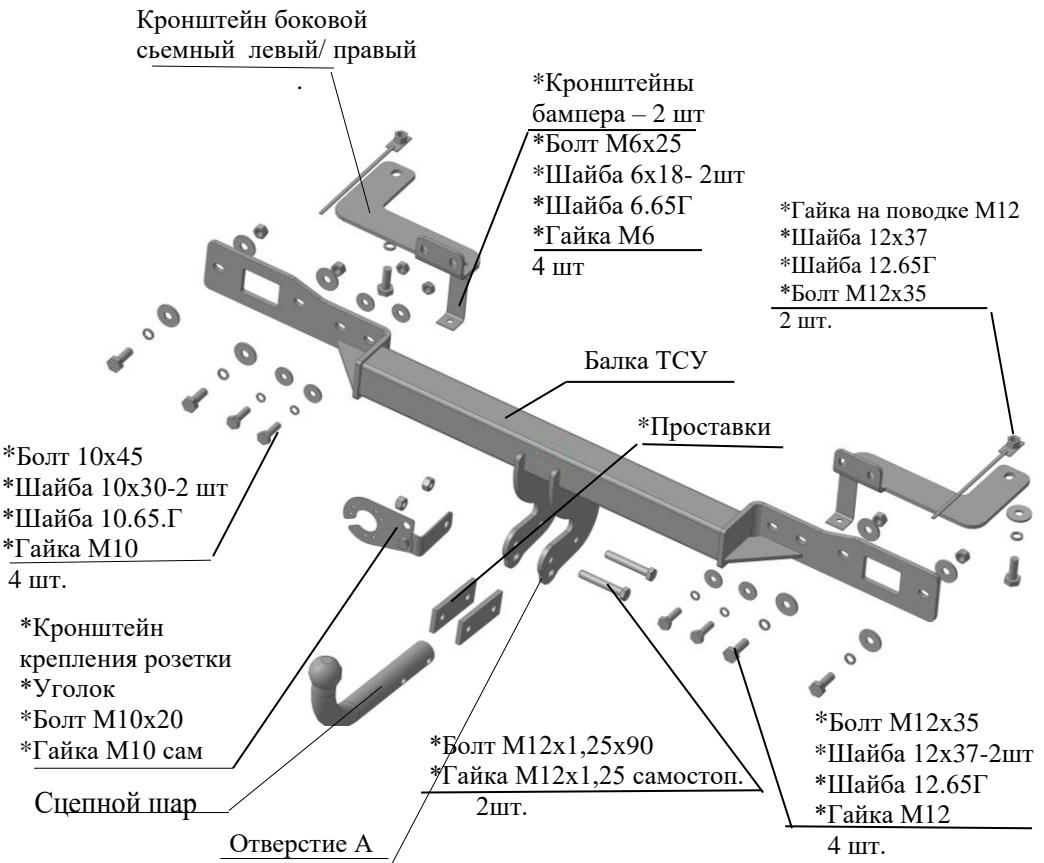

Рис.1 Тягово-сцепное устройство ТСУ 8020.
2.1 ТСУ 8020 в сборе (рис.1)	1 шт.
2.2 Пакет с комплектующими (см. рис.1)	1 шт.
4.3 Закрепить боковые съемные кронштейны ТСУ (левый и правый соответственно рис.1) к нижним полкам лонжеронов а/м болтами M12x35 и гайками M12 на поводке , под головки болтов подложить шайбы 12.65Г и шайбы 12x37. Крепеж не затягивать.
4.8 Установить кронштейны бампера на ТСУ, установить бампер, закрепив кронштейны и бампер к ним крепежом, соответственно рис.1.
4.9 Закрепить сцепной шар и кронштейн крепления розетки (предварительно собрав его как показано на рис.1) к кронштейнам шара болтами M12x1,25x90 и гайками M12x1,25 самостоп., вставив между шаром и кронштейнами проставки.